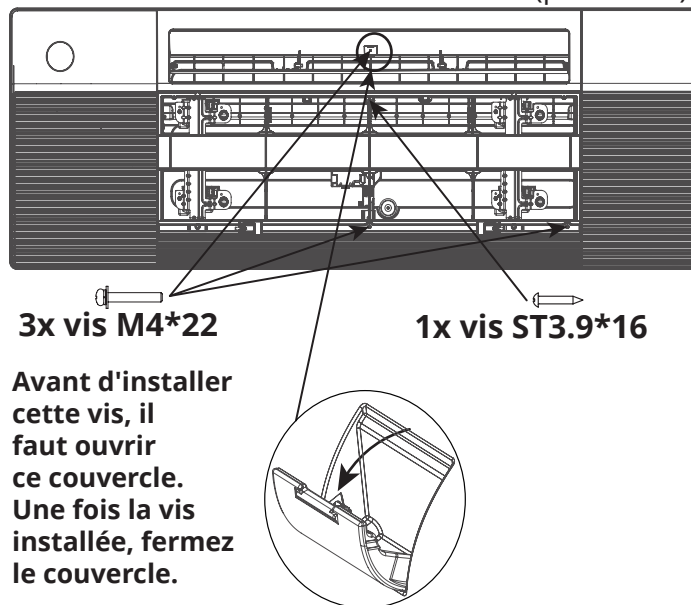

Figure 7.3
3. Maintenant, faites tourner manuellement le déflecteur d'air (persienne) du panneau. Cela permettra d'accéder à un trou de montage qui est protégé par un couvercle. Voir la figure 7.3. **REMARQUE : ce couvercle doit être ouvert avant de pouvoir installer l'une des vis M4*22 de l'étape suivante.**
4. Ensuite, fixez le panneau en installant trois vis M4*22 et une ST3.9*16 aux emplacements indiqués sur la **figure 7.3** ci-dessous et fermez le cache-vis derrière le déflecteur d'air (persienne).